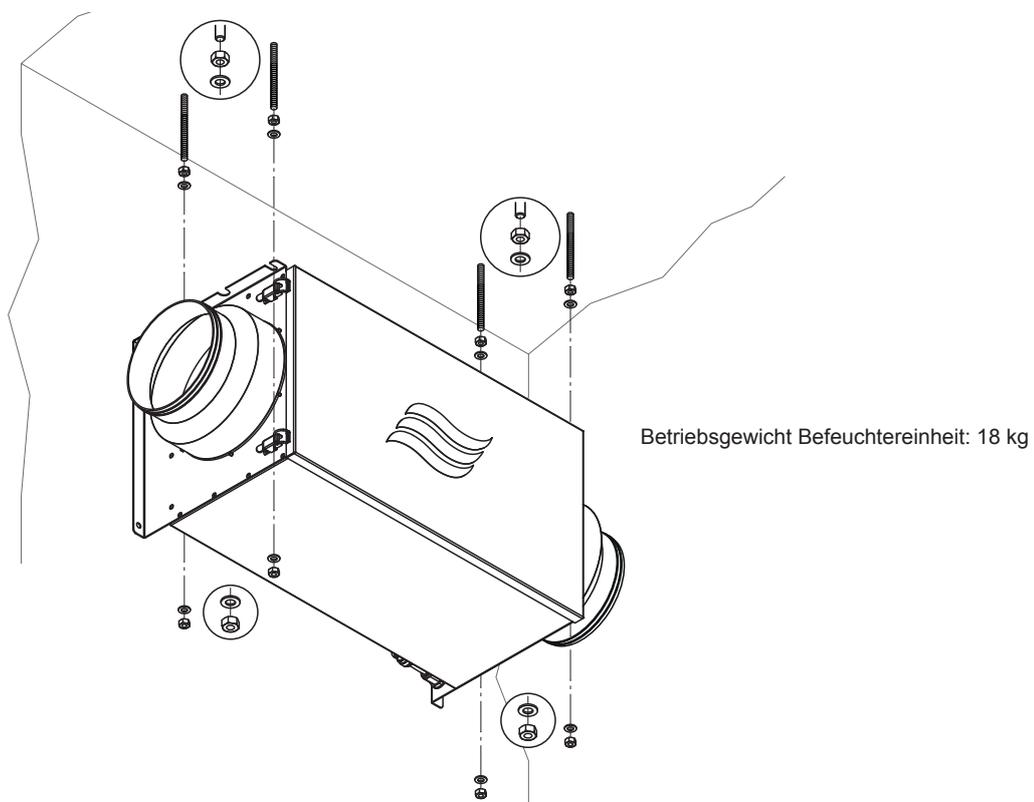

Abb. 8: Befeuchtergehäuse an den Gewindestangen befestigen
2. Befeuchtergehäuse über die Befestigungswinkel des Gehäuses mit den M8-Muttern und den Unterlegscheiben, wie in der Abb. 8 gezeigt, an den Gewindestangen befestigen.